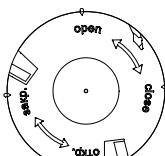

Рисунок 4
- в) руководствуясь информацией на дымкамере (см. рисунок 4), повернуть крышку и снять ее;